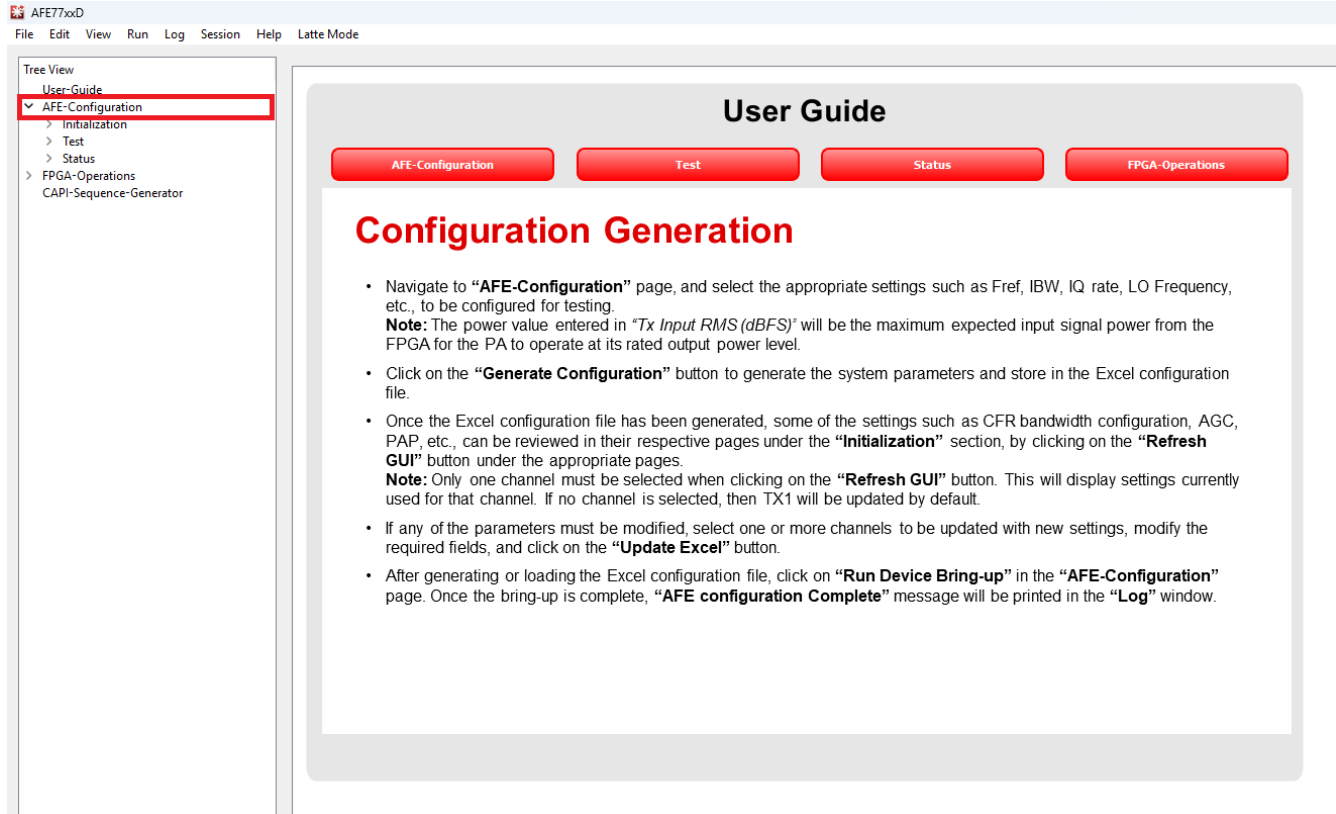

图 3-9. 用户指南，AFE77xxD Latte 软件
- 等待直到 GUI 加载到用户指南窗口，如图 3-9 所示。点击左侧树形视图下方的 *AFE-Configuration* 选项卡，进入主参数屏幕。